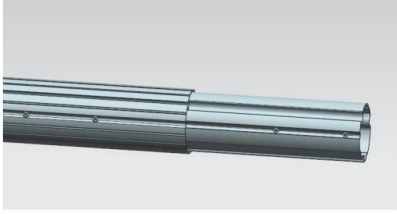
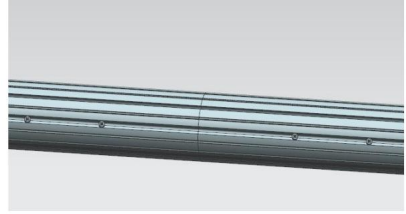

Figura C10
Figura C11
3.4 Extraiga los tubos de conexión de ambos extremos del tubo de bobinado central hasta la posición límite roja, ensamble los tubos de bobinado izquierdo y derecho y fíjelos con el tornillo A en la conexión. (Figura C10, Figura C11)